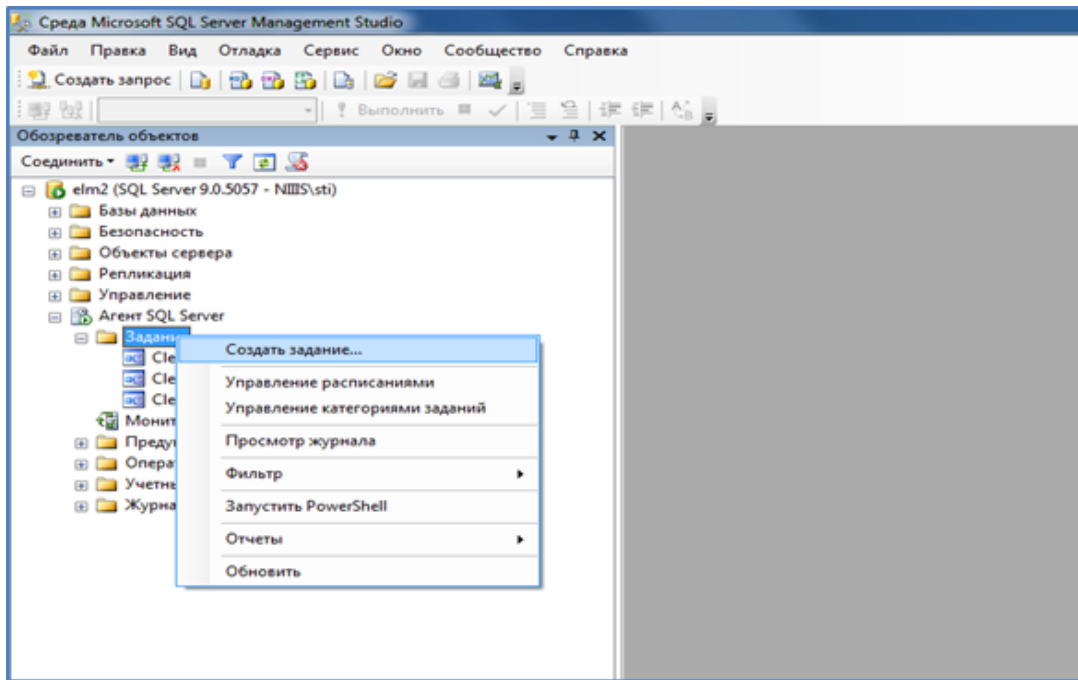

Рис. 2.
- выбрать «SQL Server Agent» и создать новое задание (рис. 2)